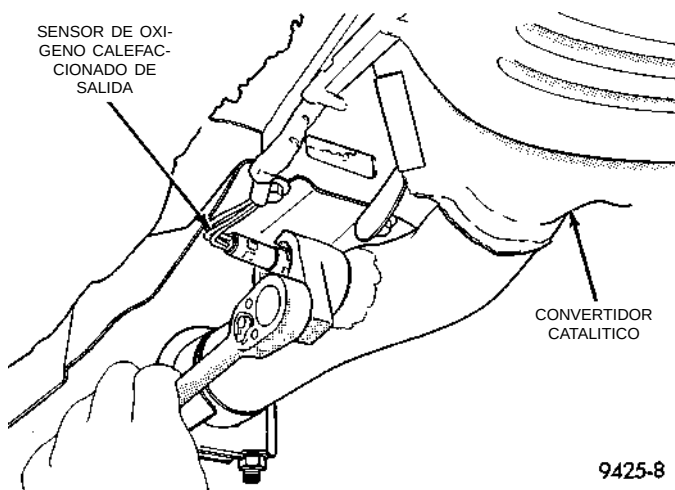

Fig. 102 Desmontaje/instalación del sensor de oxígeno calefaccionado de salida
- (1) Eleve el vehículo.
- (2) Desconecte el conector eléctrico del sensor.
- (3) Desconecte el mazo eléctrico del sensor de los collarines situados a lo largo del cuerpo.
- (4) Retire el sensor con una llave de pata para sensores de oxígeno tal como la herramienta de calce instantáneo YA8875 o similar (Fig. 102).
- (5) Cuando haya retirado el sensor, las roscas del tubo múltiple de escape deben limpiarse con el macho de roscar de 18 mm X 1,5 + 6E. Si utiliza nuevamente el sensor original, recubra las roscas con el compuesto antiagarrotamiento Loctite® 771-64 o equivalente.